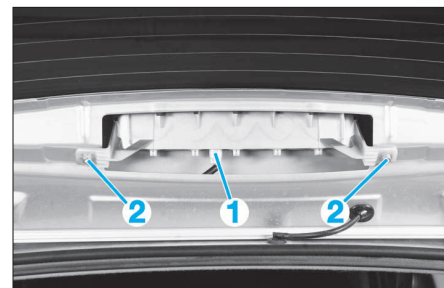

FIG. 51
- Débrancher le connecteur (1) (fig. 51).
- Déposer les écrous (2).